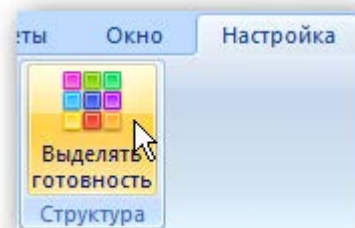

Рис. 29-28 – Кнопка «Выделять готовность» панели «Вид»
- 3) Для того чтобы выделить цветом точки базирования с различной готовностью техники, необходимо нажать кнопку «Выделять готовность» панели «Настройка» рабочего окна «Организации» или «Избранные точки базирования» (рис. 29-28).